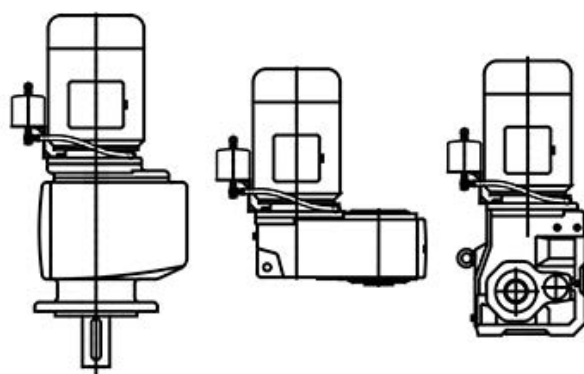

図 18: オイルエクспанションタンクの位置
オイルエクspansionタンクはホース接続部を下にし、エアVENTプラグを上にして垂直に取り付けなければなりません。ホースの長さを考慮して、タンクをできるだけ高い位置に取り付けます。オイルエクspansionタンクの位置は、図 18 を参考にしてください。端子箱位置がポジション 2 の構造形状 M4 では、オイルエクspansionタンクは取り付けできないことに注意してください。
2. オイルエクspansionタンクを 図 18 に従って取り付けます。このとき、モータシャフトに対して平行にタンクを調整してください。